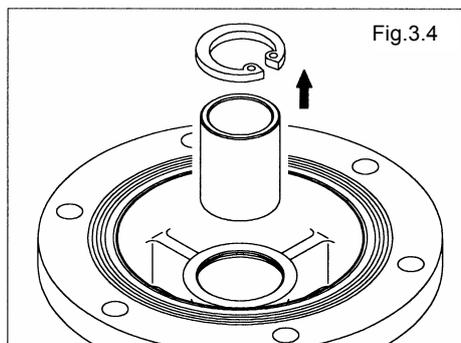

Fig.3.4
- Retire el anillo elástico de tipo C y quite el buje de admisión de la cámara de aire. [Fig. 3.4]